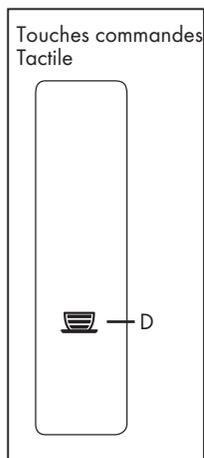

Fig. 8
- Allumer l'appareil et dans un délai d'une seconde presser et garder enfoncée pendant environ 3 secondes la touche ☕ (D) (Fig. 8).
- Éteindre l'appareil avec la touche (2) pour mémoriser et sortir du mode de programmation.